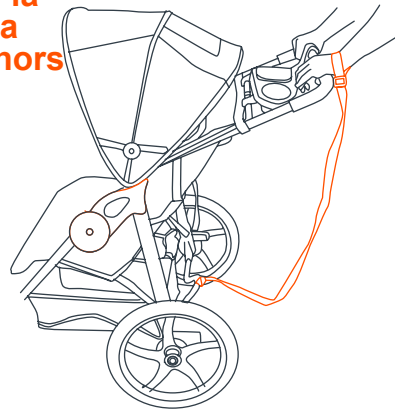

Fig. 16a
16) • DRAGONNE DE SÉCURITÉ : Toujours attacher au poignet la sangle de sécurité en faisant du jogging. Cette sangle retiendra la Poussette, dans le cas où vous tombez à la course (Fig. 16a).